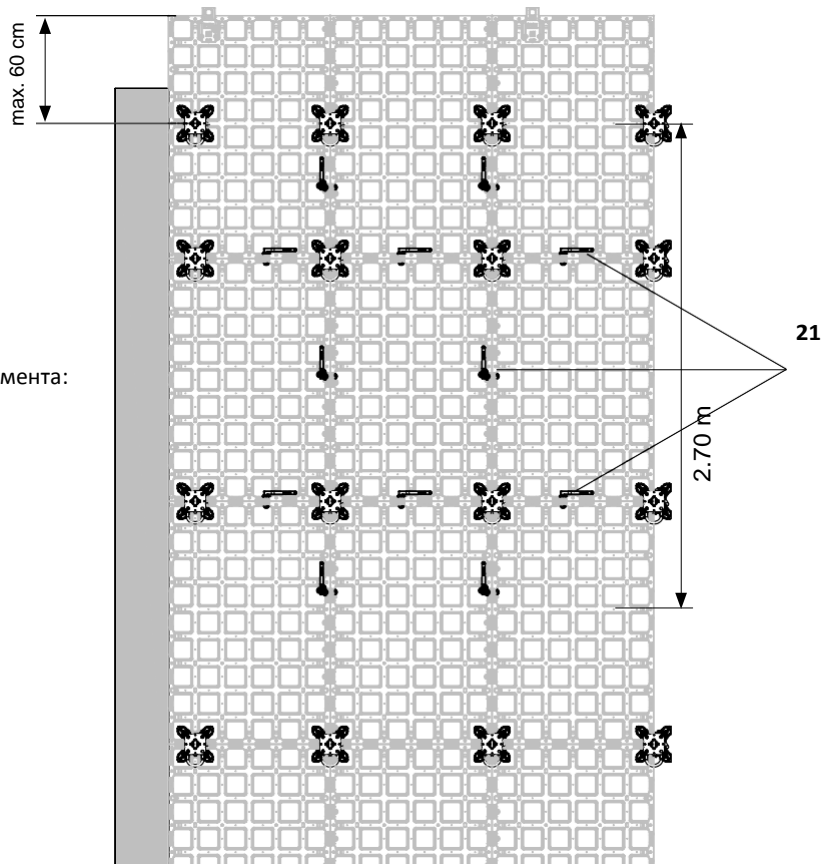

Fig. D4.06
- в зоната от 2.7 m от ръба на плочата всеки елемент е закрепен по късата и дългата страна с по 1 съединител DUO. (Fig. D4.06)